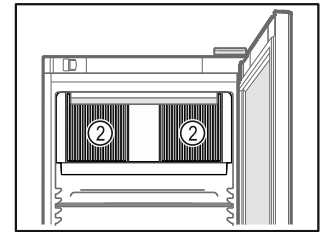

Fig. 63
- Ventilatiesleuf Fig. 63 (2) van de ventilator in de binnenruimte vrijhouden.